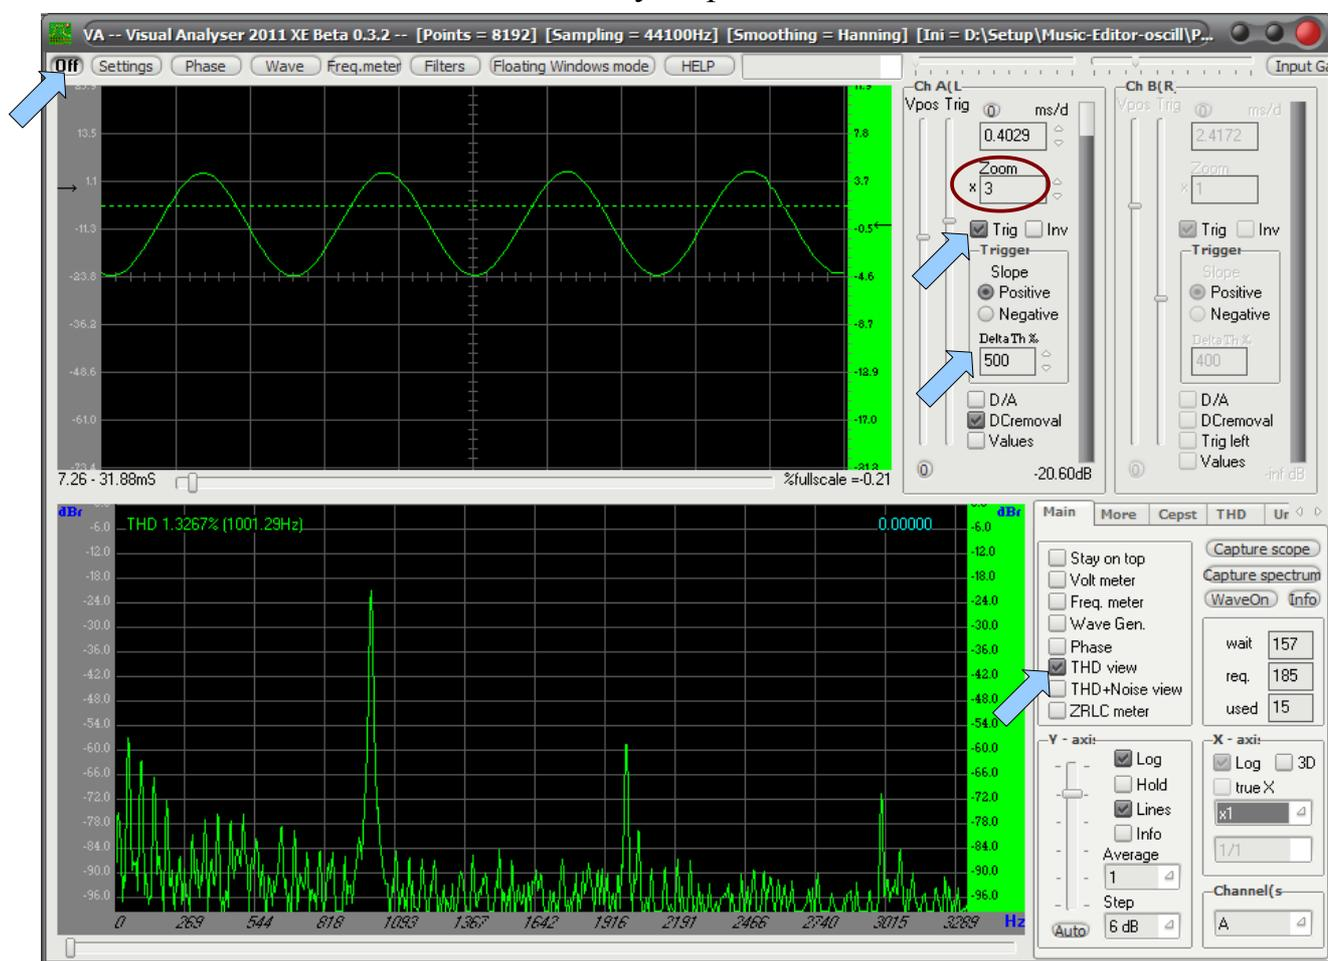

Рис. 3.4. Многофункциональный компонент-осциллограф «LabVisual Visual Analyser» для регистрации и анализа сигналов.
Для визуальной регистрации сигналов используется многофункциональный компонент LabVisual Visual Analyser рис. 3.4.
14. Нажать кнопку On в главном меню компонента рис. 3.4. При этом на экране ПК в области компонента отобразится осциллограмма сигнала с выхода усилителя и одновременно спектрограмма сигнала. Плавным вращением ручки регулировки напряжения питания R8 по часовой стрелке, установить максимальное значение напряжения питания усилителя. Вращая ручки базового делителя R2 и R3, ручку ограничения коллекторного тока R6 и резистор R7 в эмиттерной цепи, добиться максимальной амплитуды гармонического сигнала на выходе схемы с минимальными искажениями.